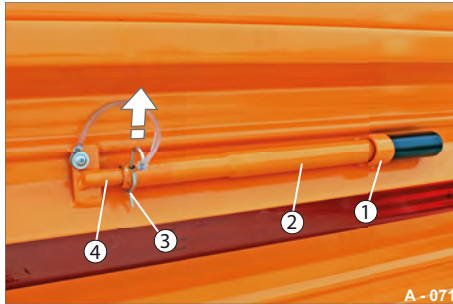
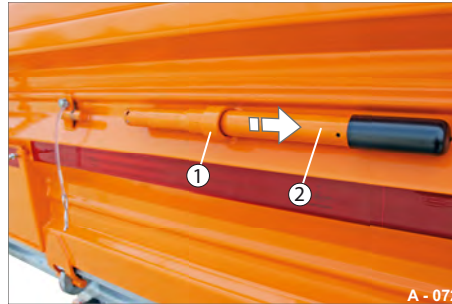

Abb. 93 Bedienhebel gesichert
Abb. 94 Bedienhebel entnehmen
- ▶ Ziehen Sie den Federstecker (Abb. 93/3) heraus.
Der Bedienhebel (Abb. 93/2) ist entsichert.
- ▶ Ziehen Sie den Bedienhebel (Abb. 94/2) vorsichtig seitlich aus dem Halter (Abb. 94/1) heraus.
- ▶ Stecken Sie den Federstecker (Abb. 93/3) in die Bohrung des Haltebolzens (Abb. 93/4).
- ▶ Stecken Sie den Bedienhebel durch den Halter (Abb. 94/1) auf den Haltebolzen (Abb. 93/4) auf.
Der Bedienhebel ist gesichert (siehe Seite 167 / Abb. 93).